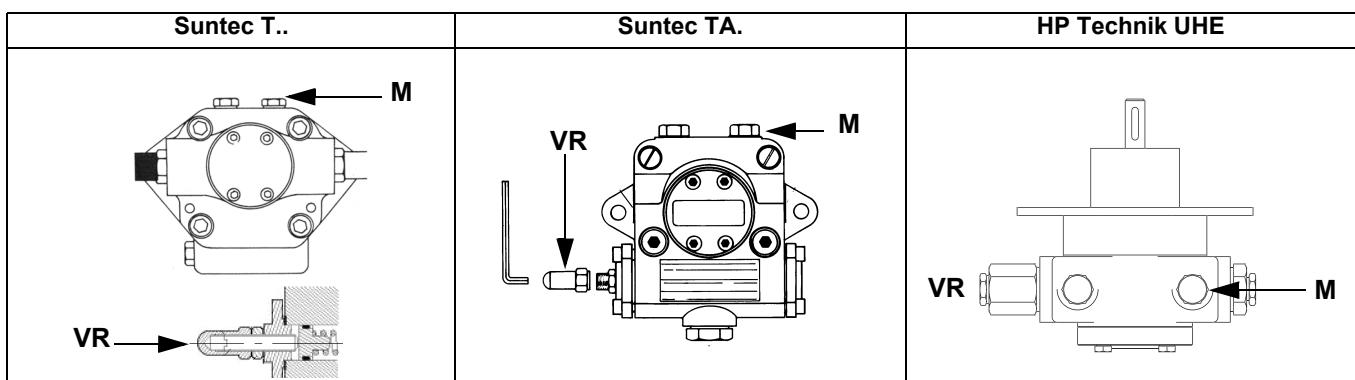

Рис. 14
- выпустить воздух со штуцера (**M**) манометра насоса (Рис. 14), расслабив слегка заглушку, но не снимая ее; затем отпустить контактор;